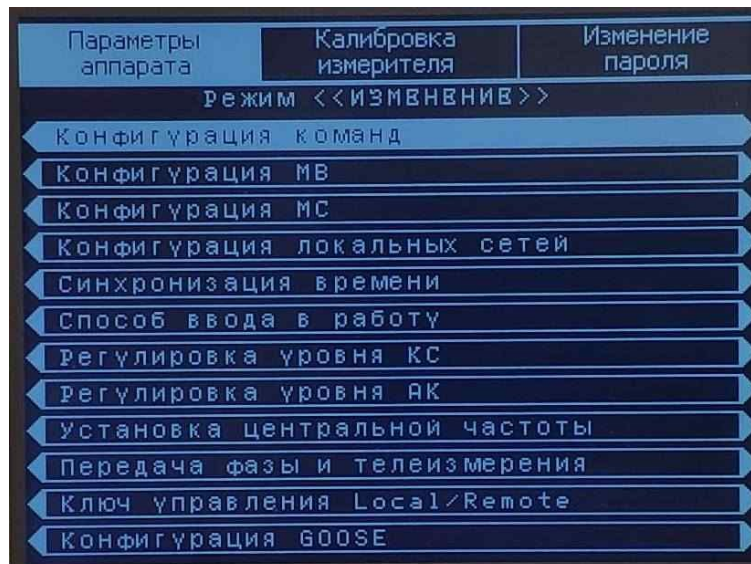

Рисунок 7 – Підрозділ « Параметри апарату»
**2.1. «Параметри апарату»** - підрозділ призначений для зміни або перегляду параметрів «ОРИОН» АПК ТХ (див. рисунок 7).